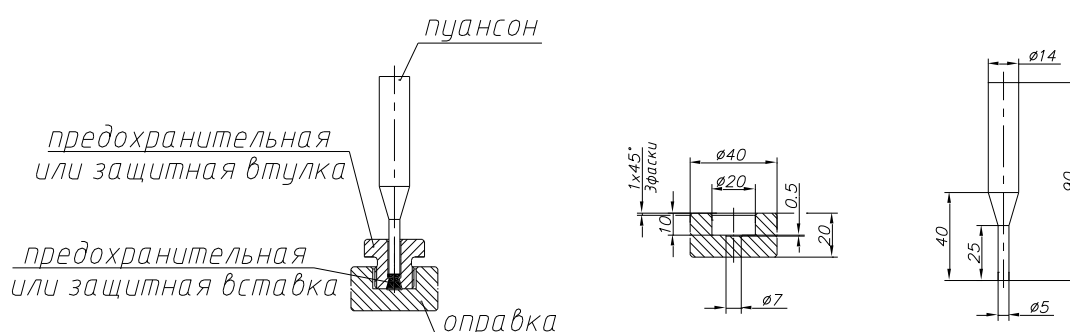

Рис. 4
3.5.2. Для восстановления защитных и предохранительных пробок необходимо использовать защитные и предохранительные вставки только заводского изготовления на соответствующую температуру плавления. Защитная (предохранительная) вставка вставляется в пробку и расклепывается (рис.4). Проверка герметичности осуществляется непосредственно на гидромурфте.